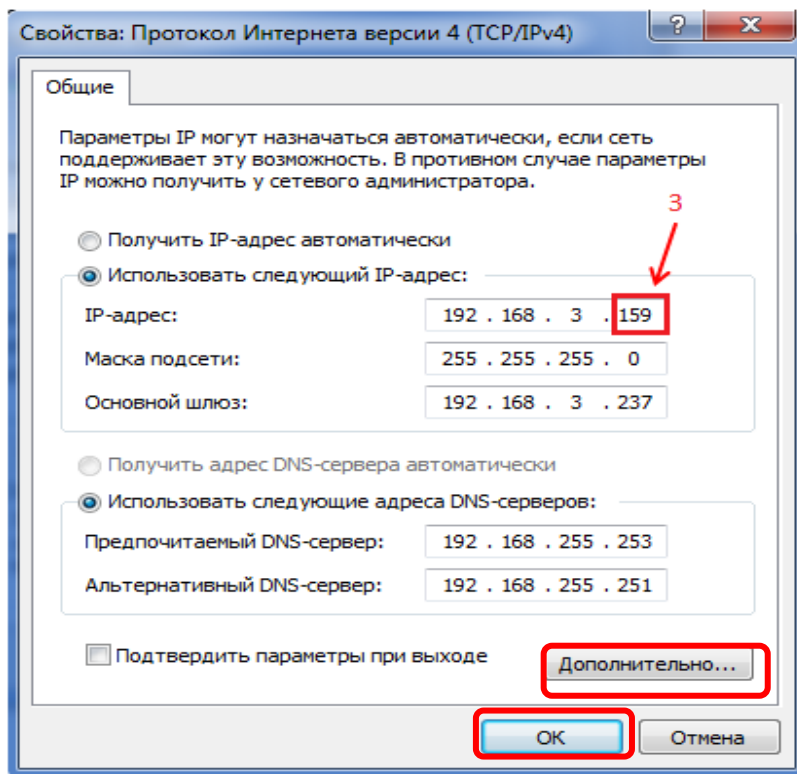

Рисунок 41 – Окно Свойства протокола TCP/IP
3) Откроется окно со свойствами протокола TCP/IP (см. рисунок 41). В данном случае, как видно из рисунка, IP адрес компьютера заканчивается с цифрой **159** (см. рисунок 41, обозначение 3). Нажать кнопку **Дополнительно...**